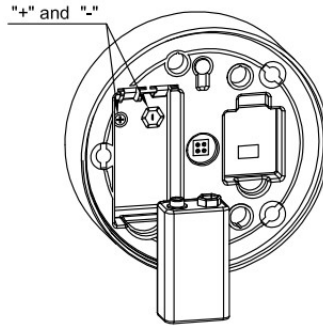

Fig. 12
1. Setzen Sie eine 9V ALKALINE Batterie in die dafür vorgesehene Aussparung an der Innenseite der Eingabeeinheit ein. Achten Sie unbedingt auf eine korrekte Polung. (Abb. 12)